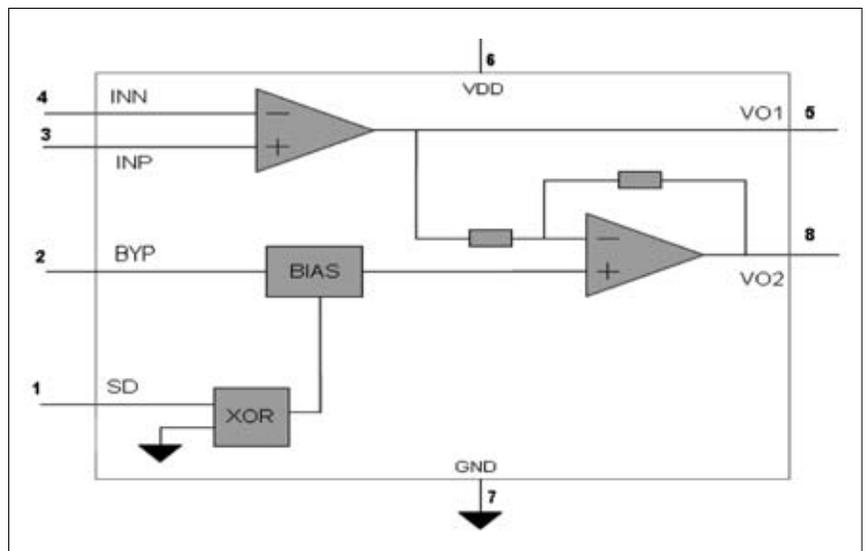

Рис. 4. Структурная схема НХJ8003
Структурная схема цепей питания платы BC1 приведена на рис. 4, а принципиальная электрическая — на вкладке. Питающие напряжения подаются на эту плату с платы GA2(3) через соответствующие контакты разъема CN6404:
Выходная мощность рассмотренных выше микросхем достаточна для обеспечения работы головных телефонов. Для сопряжения с динамиком необходимо применять усилитель аудиосигнала. Для этой цели часто используются микросхемы типа НХJ8002, НХJ8003, CSC8002. Рассмотрим подробнее характеристики микросхемы НХJ8003. Она применяется в портативных средствах связи и аудиоустройствах в качестве УМЗЧ. Максимальная выходная мощность этой микросхемы составляет 3 Вт на нагрузку 4 Ом при напряжении питания 5 В. Диапазон рабочих частот составляет 1...20 кГц при коэффициенте гармонических искажений менее 0,1%. Для работы микросхемы требуется небольшое количество внешних элементов, при этом выходной развязывающий конденсатор не нужен. Структурная схема НХJ8003 приведена на рис. 4.